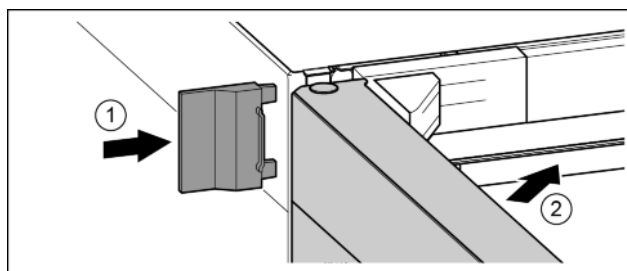

Fig. 26
- Montați capacul exterior. *Fig. 26 (1)*
- Închideți ușa superioară. *Fig. 26 (2)*